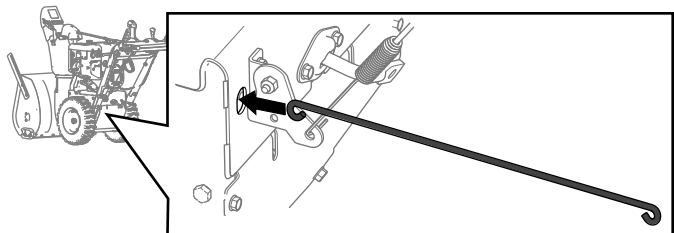

Bild 8
- Führen Sie die neue Fahrtriebsstange durch die Rückseite der Maschine ein (Bild 8).